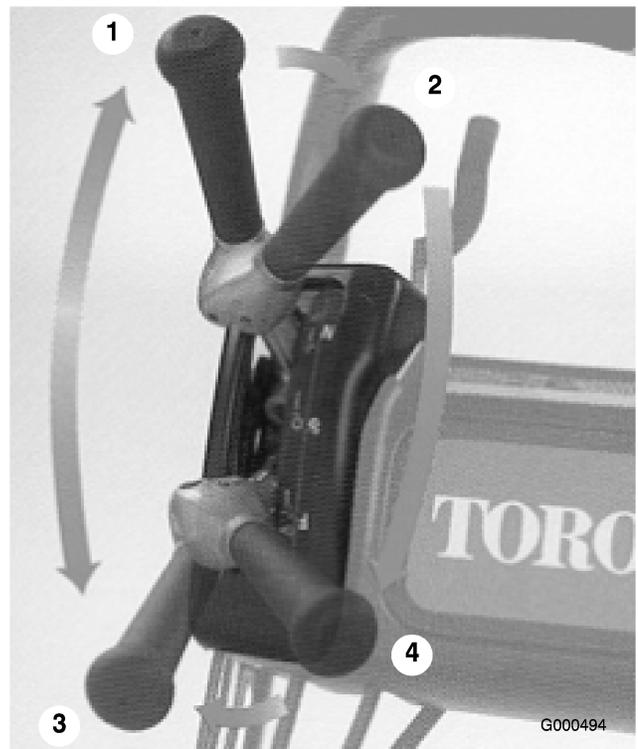

図 18
1. エンジンを始動、スロットルを下げ、カッティングユニットを上げる（ハンドルを下げる）。走行レバー（図 18）を「走行」に入れ、グリーンのカラ（縁）に入る。
2. 走行を「解除」とし、リールレバー（図 18）を回転側に倒す。
3. 走行レバーを「走行」に入れ、スロットルで希望の走行速度に調整し、グリーンへ移動する。希望位置に来たらカッティングユニットを下ろして刈り込み作業を始める（図 18）